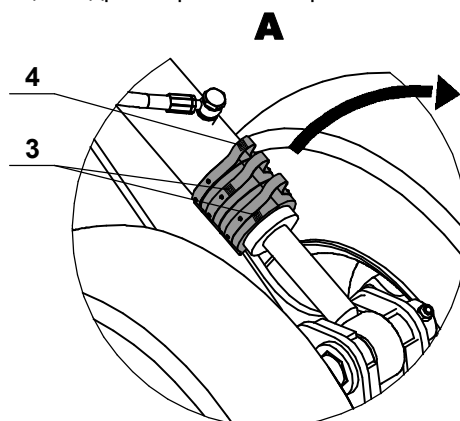

Рис.5.3.7 - Рычаг опорных колёс крыльев.
7. Уберите клипсы с гидроцилиндра опорных колёс рис.5.3.7.